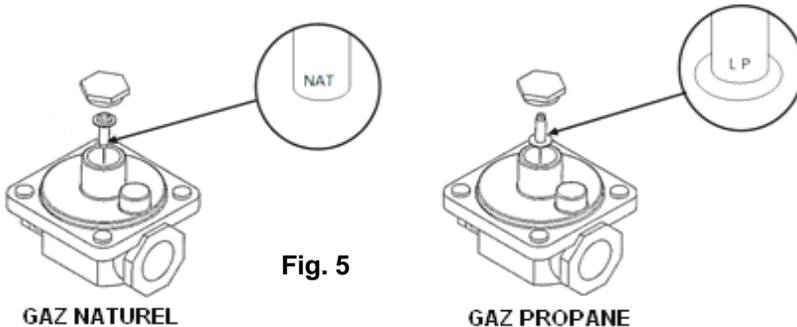

Fig. 5
3. Placez le régulateur à 25 cm CE en retournant le tampon de ressort du régulateur. Voir Fig. 5.